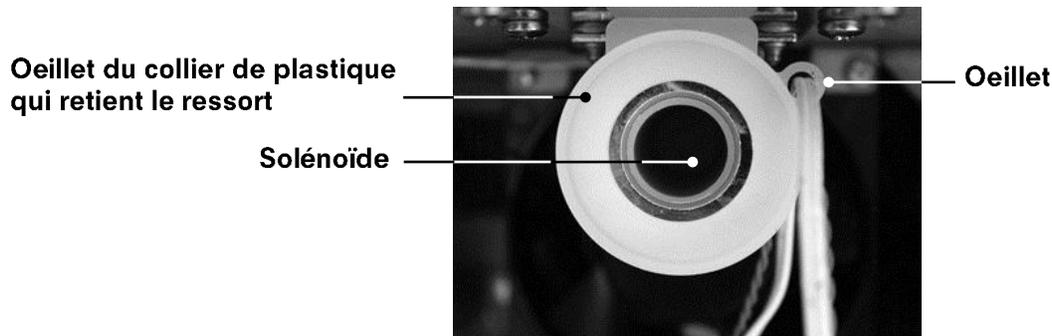

Figure 3
16. Avant de remonter la valve, vérifiez qu'il n'y ait pas d'accumulation de produit à l'intérieur du solénoïde (voir figure 3). Au besoin, nettoyez cette zone avec un couteau de plastique et un linge humide.